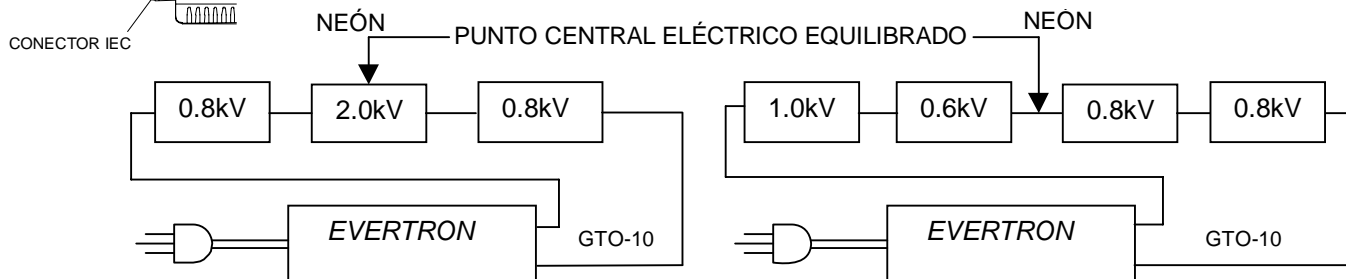

FIGURA 2
- Los cables de salida (GTO 10) de la fuente de alimentación se deben conectar como se muestra en la Figura 2.